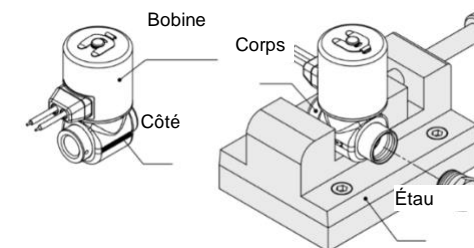

Figure 1. Zone de serrage de la vanne
- Lors du raccordement de la tuyauterie/du raccord à la vanne, serrez le côté du corps avec un étau, etc. Voir Figure 1.